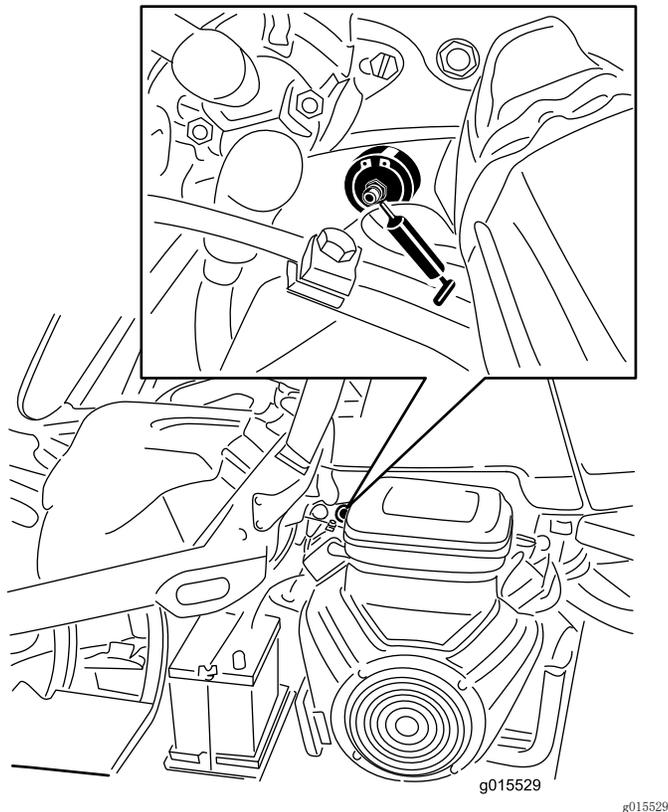

图26
1. 擦干净黄油嘴，这样就不会有杂质进入轴承或轴套中（图26）。